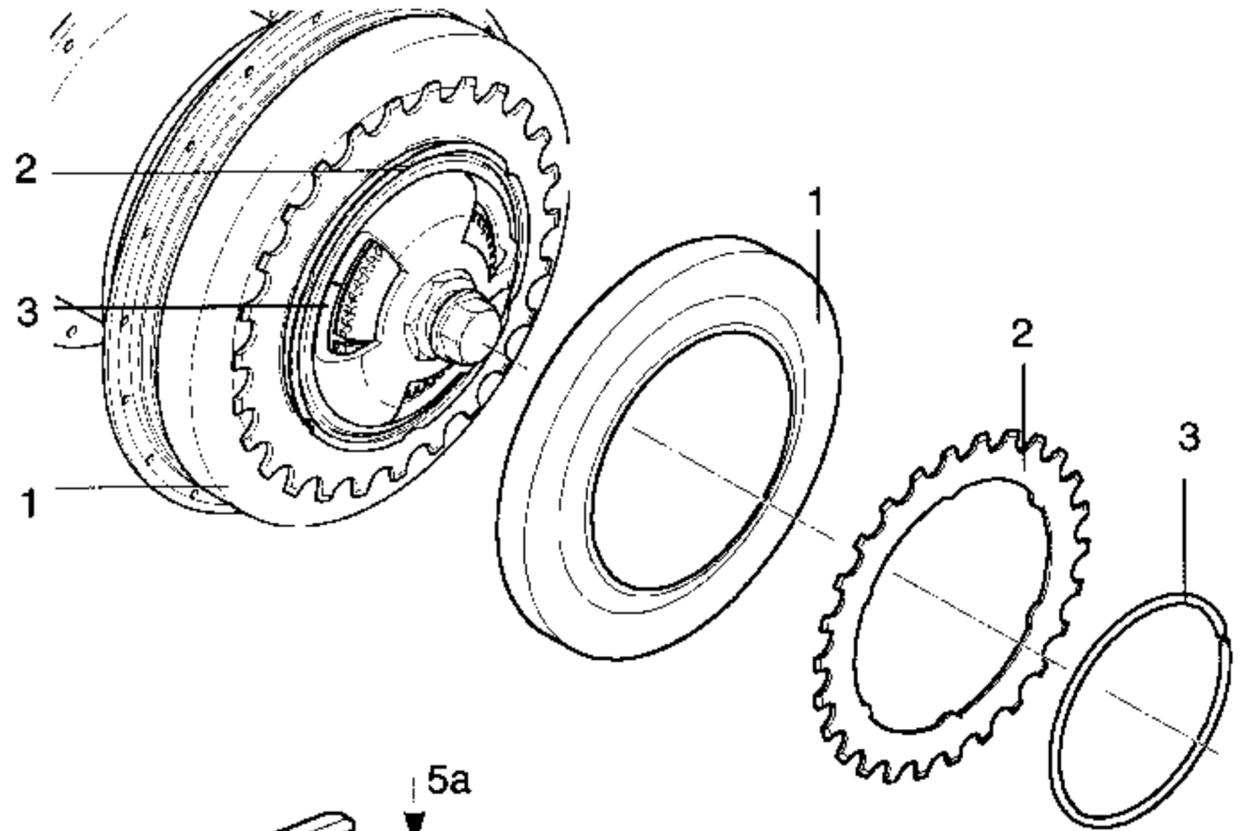

Bild 14
- Staubdeckel (1) und Zahnkranz (2) auf Antreiber setzen.
- Zahnkranzsprengring (3) in Nut des Antreibers montieren und einwandfreien Sitz des Sprengringes prüfen. (Bild 14)
- Clickstick (4) öffnen, dazu etwas Druck auf die Riffelflächen der Verschlusssteile (5) ausüben und die Klappe aus den Verrastungen (5a) lösen.